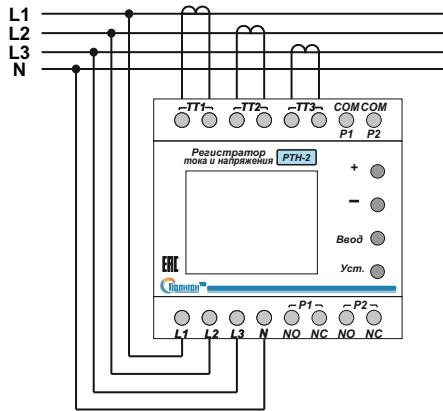

Рис.8. Схема подключения PTH-2 к сети.
3.2.2. Произвести подключение контролируемой сети согласно маркировке (Рис. 8): L1, L2, L3 фазы; N нейтраль; TA1...TA3 вторичные обмотки трансформаторов тока; реле P1(событие по току - срабатывает при превышении установленного порога по току) и P2 (событие по напряжению - срабатывает при превышении/уменьшении напряжения выше/ниже порога по напряжению). Сечение подключаемых проводов должно быть не менее 0,75 мм. кв.